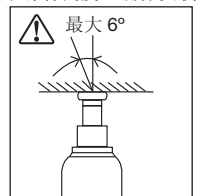

图 4 - 倾斜的负载
**警告：**在提升过程中，负载的倾斜度不得超过 6 度。见图 4。